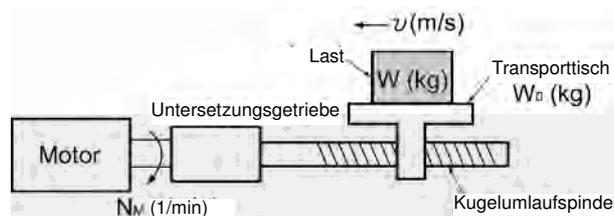

Abbildung 7.7: Bewegen einer Last in horizontaler Richtung
Es wird eine vereinfachte mechanische Konfiguration wie in Abbildung 7.7 gezeigt angenommen. Wenn das Gewicht des Transporttisches W_0 (kg), die Last W (kg) und der Reibungskoeffizient der Kugelumlaufspindel μ ist, ergibt sich für die Reibungskraft F (N) der folgende Ausdruck, der die zum Antrieb der Last erforderliche Kraft wiedergibt:
Angenommen wird ein Transporttisch, der wie in Abbildung 7.7 gezeigt von einem Motor angetrieben wird. Bei einer Tischgeschwindigkeit v (m/s) und einer Motordrehzahl N_M (1/min) entspricht der äquivalente Abstand von der Welle dem Wert $60 \cdot v / (2\pi \cdot N_M)$ (m). Das Trägheitsmoment von Tisch und Last gegenüber der Welle wird wie folgt berechnet: